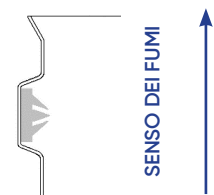

Fig.2
- assicurarsi che la guarnizione siliconica sia perfettamente inserita nel proprio alloggiamento, come schematizzato in **(Fig. 2)**;